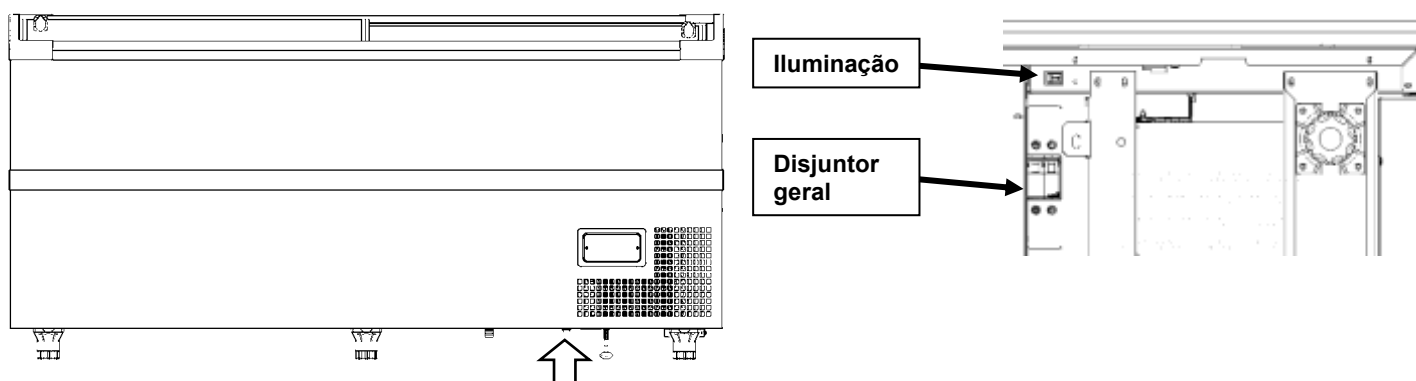

Figura 1: Localização do interruptor iluminação e disjuntor
- 2 - A iluminação interna pode ser ligada ou desligada através de um interruptor localizado na região inferior direita do expositor, abaixo do controlador eletrônico, conforme figura 1.
- 7 - As ilhas GISM possuem disjuntor localizado na região inferior direita, conforme figura 1.
- 1 - Os equipamentos possuem um sistema de proteção de corrente elétrica através de disjuntor que fica localizado na região inferior direito do expositor, conforme figura 1. O disjuntor se aciona caso haja uma sobrecarga de corrente elétrica.
- 2 - O expositor pode ser ligado ou desligado através desse disjuntor localizado na região inferior da ilha expositor, conforme figura 1.